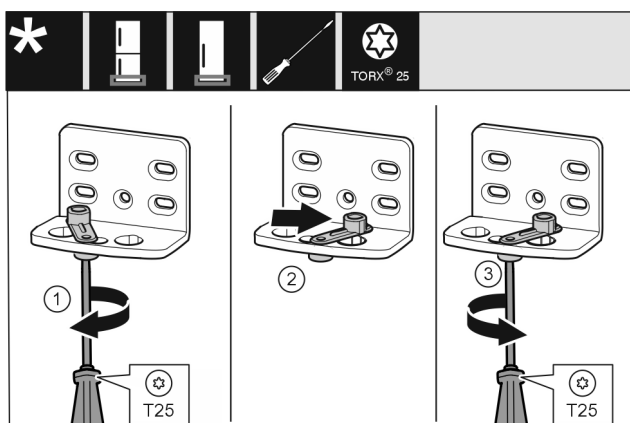

Fig. 10
- ▶ Visser la vis sans serrer avec un tournevis T25. Fig. 10 (1)
- ▶ Soulever le ressort de fermeture et le tourner de 90° à droite dans l'alésage. Fig. 10 (2)
- ▶ Serrer la vis avec un tournevis T25. Fig. 10 (3)